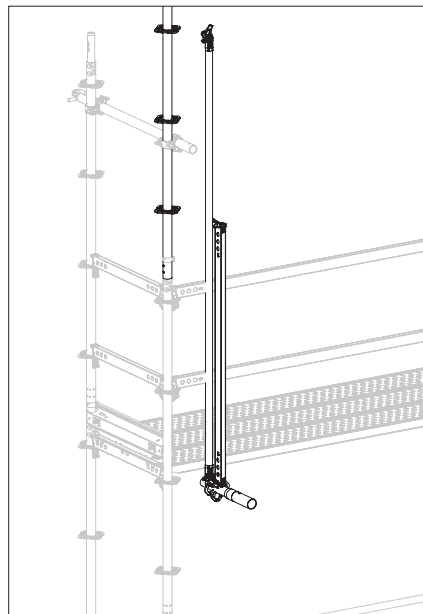

Fig. A4.04a
1. Portare il gruppo preparato davanti all'impalcatura di base. (Fig. A4.04a)